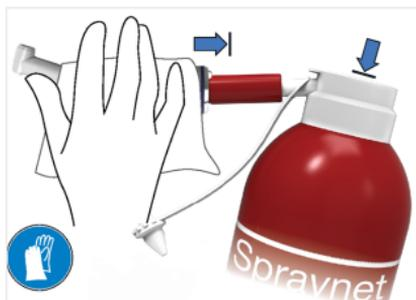

FIG. 6
5. Después de seleccionar la boquilla apropiada, rocíe el interior del dispositivo con Spraynet (FIG. 6).